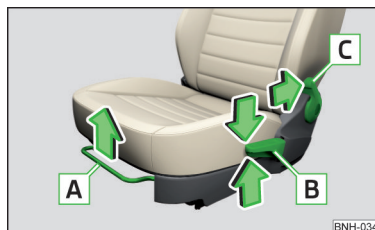

Abb. 51
### Bedienelemente am Sitz » Abb. 51
- Den Hebel **A** » Abb. 51 (in der Mitte) in Pfeilrichtung ziehen und den Sitz in die gewünschte Richtung schieben.
- Den Hebel **B** » Abb. 51 in Richtung eines der Pfeile wiederholt ziehen bzw. drücken.
- Den Hebel **C** » Abb. 51 in Pfeilrichtung ziehen und mit dem Rücken die gewünschte Neigung der Sitzlehne einstellen.